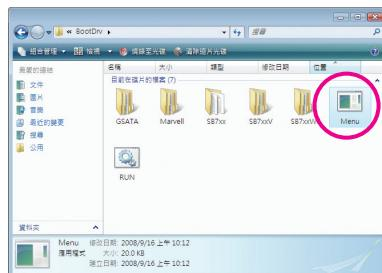

图4
- 2：进入光盘中「BootDrv」文件夹，双击「Menu.exe」文件(图4)后会出现「命令提示字符」画面，内含如图5的控制器选单。